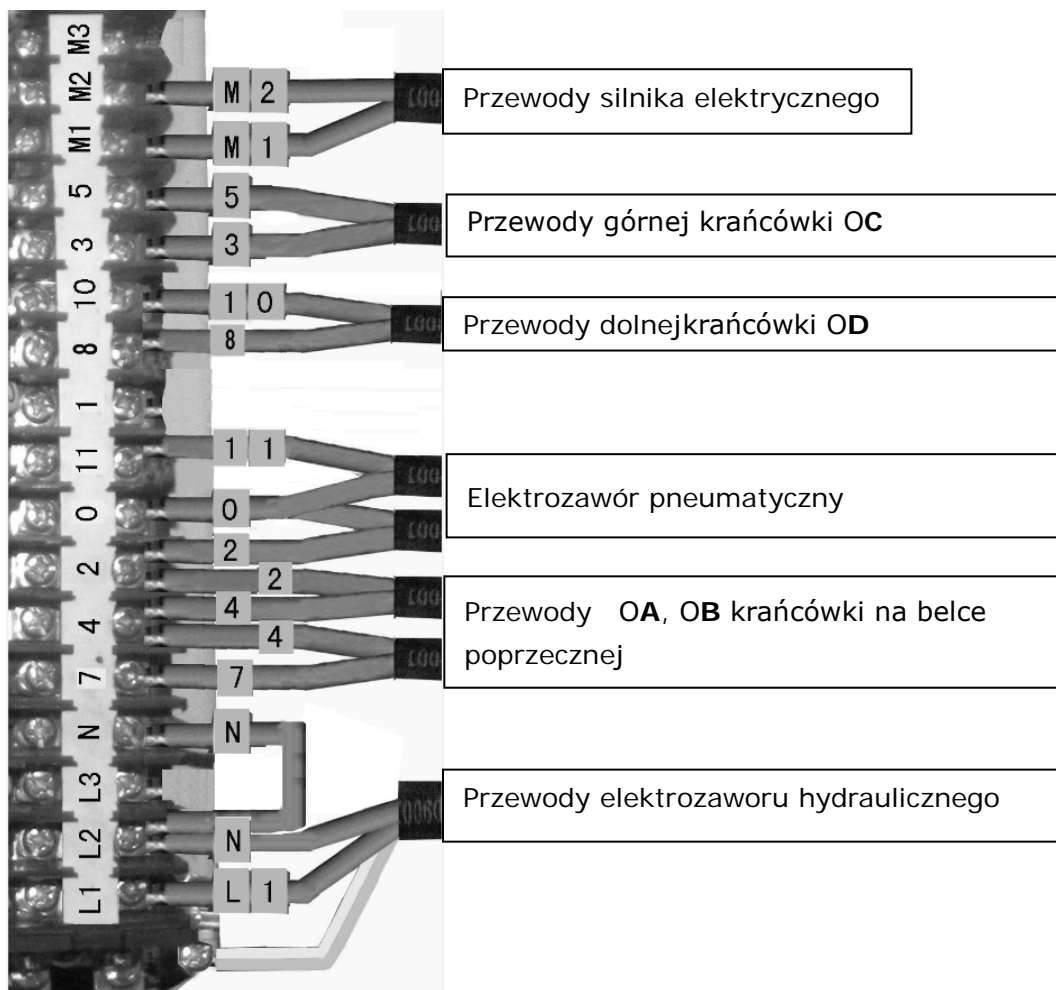

Fig. 39
7.1 Opis podłączenia przewodów w panelu sterowania (patrz Fig. 39).